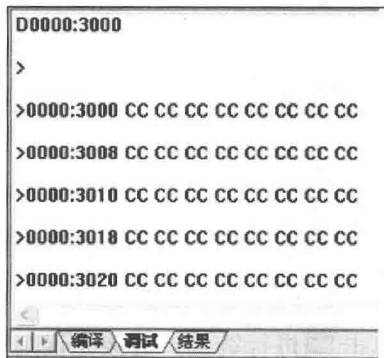

图 1.1.6 查看内存 3000H 起始地址的数据
8) 将输出区切换到调试窗口,使用 D0000: 3000 命令查看内存 3000H 起始地址的数据,如图 1.1.6 所示。存储器在初始状态时默认数据为 CC。